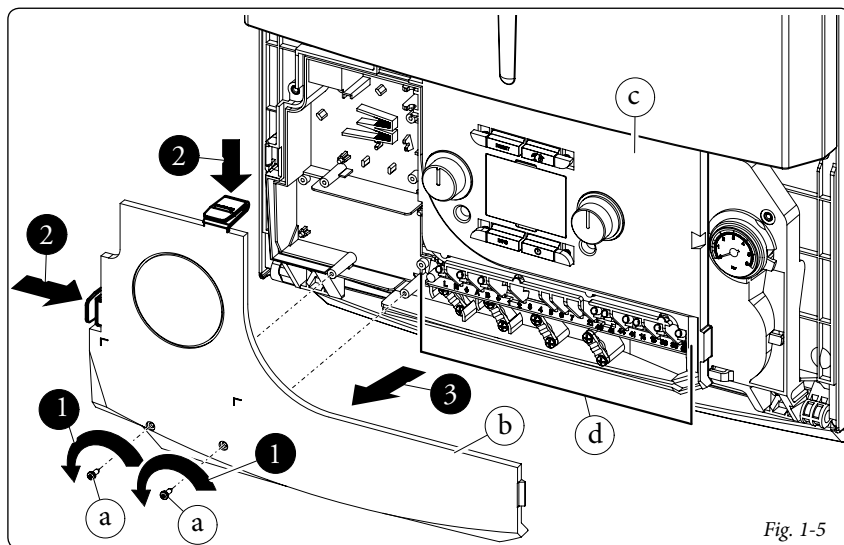

Fig. 1-5
• Apertura vano allacciamenti cruscotto (Fig. 1-5).
- Smontare il coperchio (b fig. 1-5).